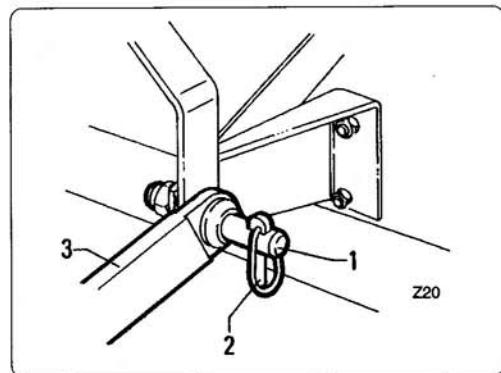

fig. 4.1.1
- Mit dem Schlepper rückwärts ihn an die Maschine. Dabei die Unterlenkerhebers auf die seitlichen Bolzen "1" Abb. 4.1.1 an.
ierendo le relative copigli za "2" fig. 4.1.1.
- Fix them in place by means of the relative safety pins "2" fig. 4.1.1.